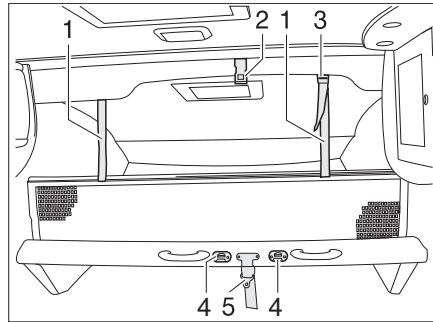

Bild 123 Hubbett manuell
- Das Hubbett mit dem Sicherungsgurt (Bild 123,5) am Dach (Bild 123,2) sichern.
- Die Aufstiegsleiter mit den beiden Bügeln in die Krampen (Bild 123,4) am Hubbett einhängen.
- Die Haltebänder (Bild 123,1) in die Halterungen an der Decke (Bild 123,2) einrasten.